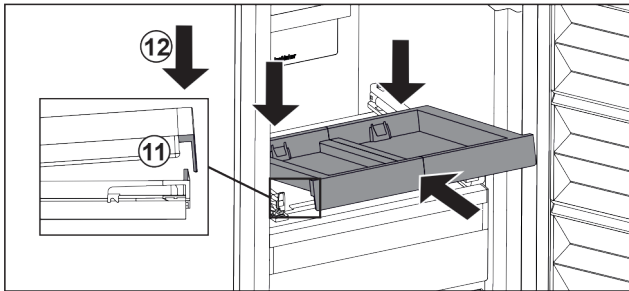

Fig. 127
- Schräg einschieben. Darauf achten, dass auf beiden Seiten der Anschlag hinter der Lasche ist. Fig. 127 (11)
- Auszugsbord vorne absetzen. Fig. 127 (12)